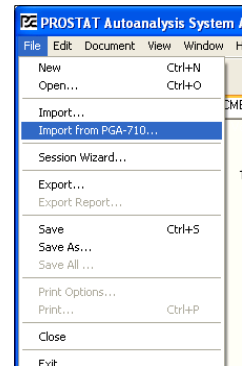

図 54: ファイルメニューからデータをインポートできます
4. または、**File** から **Import from PGA-710** を選択することもできます。(図 54.)